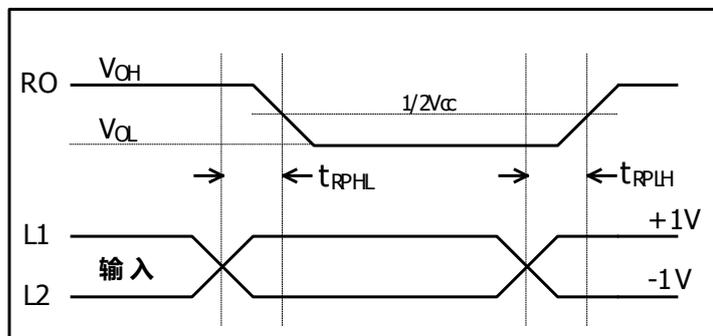

图 7：接收器传输延时
| 接收器输入到输出                           | trPLH  | 图 7 和图 9， $ V_{ID}  \geq 2.0V$ ； $V_{ID}$ 上升下降时间 $\leq 15nS$ | -                              | -   | 200       | nS   |    |
(5) 测试线路见图7